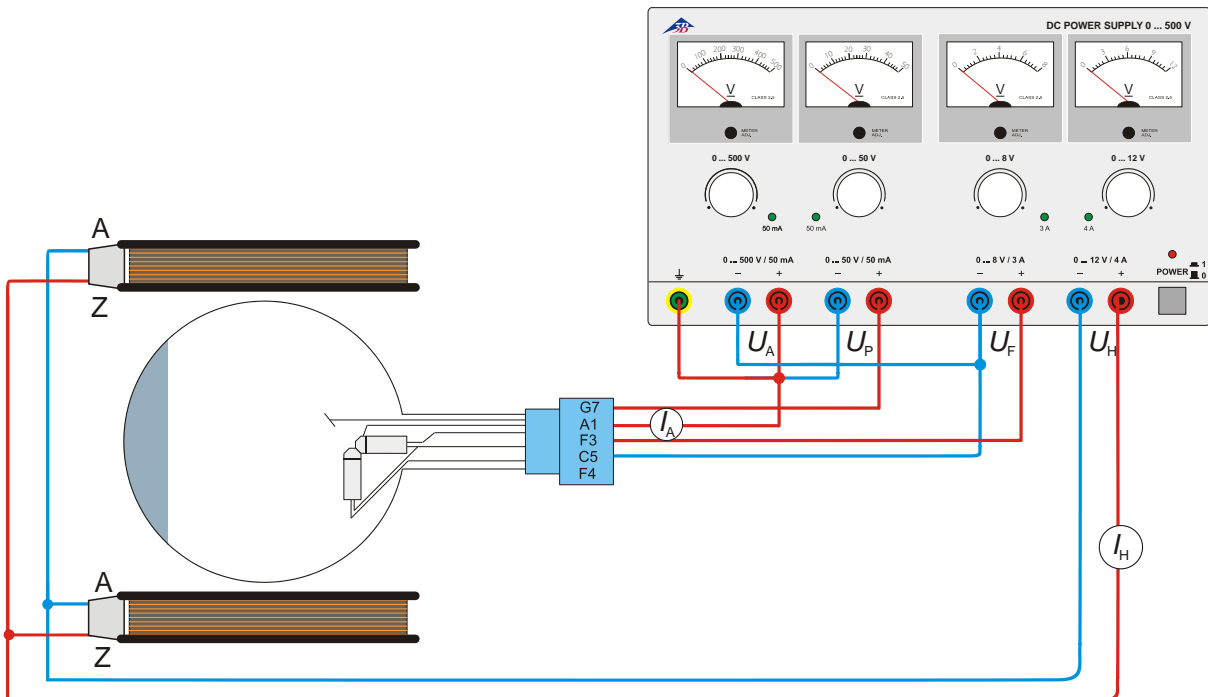

Fig. 3 Determinazione di e/m per mezzo del cannone elettronico assiale
- Cablare il tubo come indicato nella fig. 3.